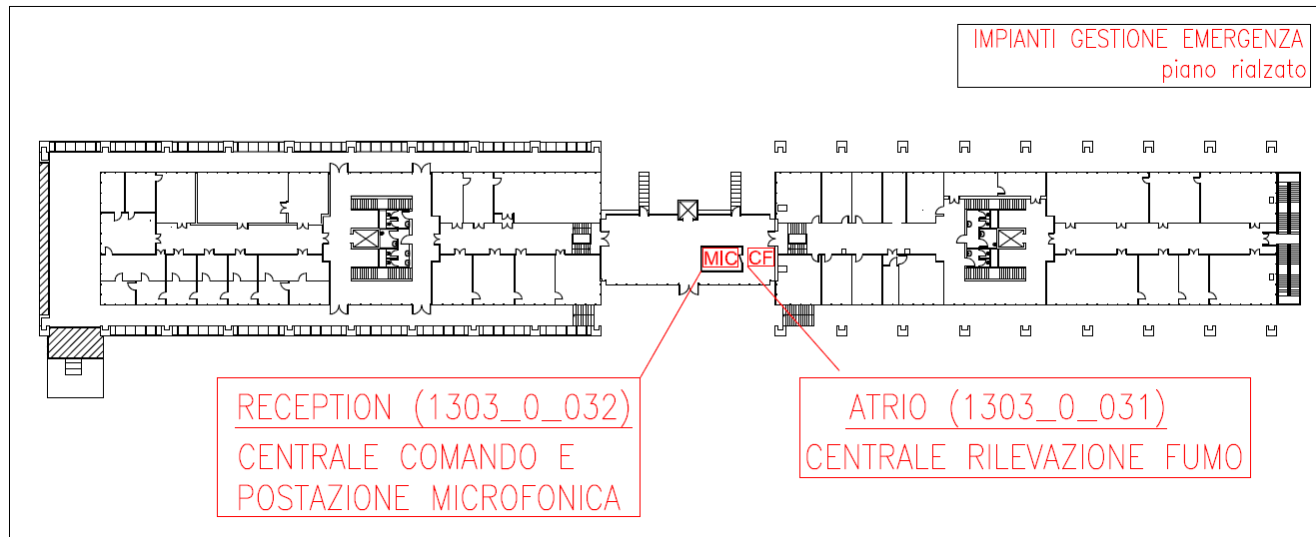

Figura 1. Impianti gestione emergenze.
La struttura è dotata di un sistema di allarme automatico per la rilevazione e segnalazione di incendi suddiviso in zone costituito da una centrale di comando ubicata nell'atrio al piano rialzato (locale 1303_0_031, vedi p.to 3.3 – Figura 1), da rilevatori di fumo (nei locali ove previsti dalla norma), da pulsanti manuali con la scritta "Allarme antincendio" e da sirene.
Per la gestione dell'evacuazione è presente un impianto di diffusione sonora con altoparlanti la cui centrale di comando e postazione microfonica è collocata nella reception al piano rialzato (locale 1303_0_032, vedi p.to 3.3 – Figura 1).
1. ai Vigili del Fuoco (115)
- Valuta autonomamente l'opportunità di avviare il segnale di **EVACUAZIONE** della struttura mediante la postazione microfonicata posta nella reception al piano rialzato (vedi p.to 3.3 – Figura 1);
- effettua la chiamata ai **Vigili del Fuoco (115)** e se necessario **dell'autoambulanza (118)**;
- ordina l'evacuazione dell'edificio (messaggio vocale) mediante la postazione microfonica posta nella reception al piano rialzato (vedi p.to 3.3 – Figura 1);